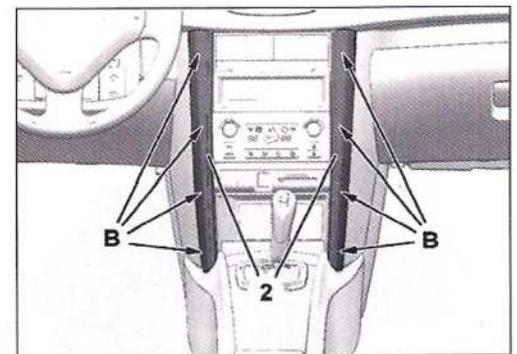

FIG. 5
- Desengrapar con precaución los embellecedores laterales (2) del frontal central en (B) (Fig.5).